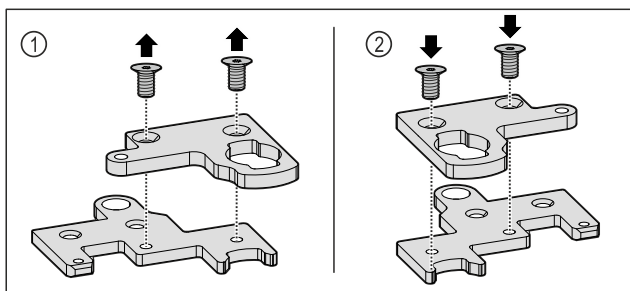

Fig. 31
- Désassembler l'angle de la charnière en deux parties. Fig. 31 (1)
- Remonter l'angle de la charnière en deux parties en le faisant pivoter de 180°. Fig. 31 (2)